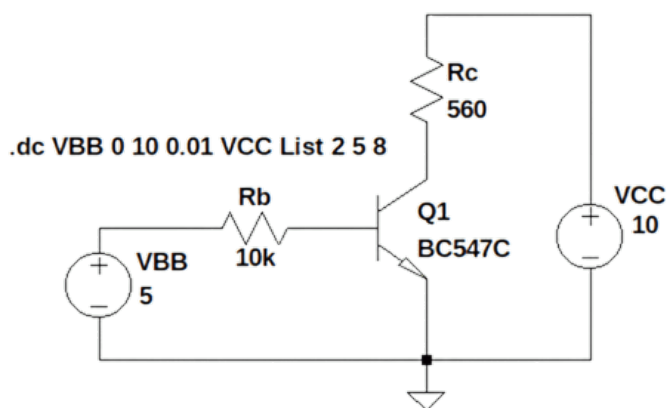

Figura 10: esquemático para simulación actividad 4.
Para observar y analizar la dependencia de la ganancia de corriente (β), realice en un nuevo esquemático el siguiente procedimiento detallado utilizando el circuito de emisor común de la figura 10:
1. Arme en la placa de pruebas (*protoboard*) el circuito de emisor común de la figura 10, utilizando el transistor **BC547C** (o el modelo NPN asignado), una resistencia de base $R_b = 10 \text{ k}\Omega$ y una resistencia de colector $R_c = 560 \Omega$.